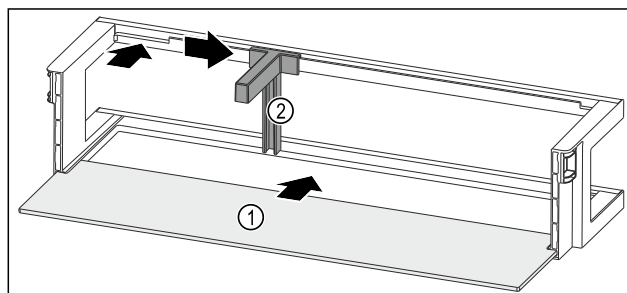

Fig. 98 Dveřní přihrádka s odkládací plochou
- ▶ Odkládací plochu Fig. 98 (1) zasuňte do bočních vybrání.
- ▶ Držák lahví Fig. 98 (2) vložte do vybrání.
- ▶ Držák lahví Fig. 98 (2) posuňte na stranu do požadované polohy.